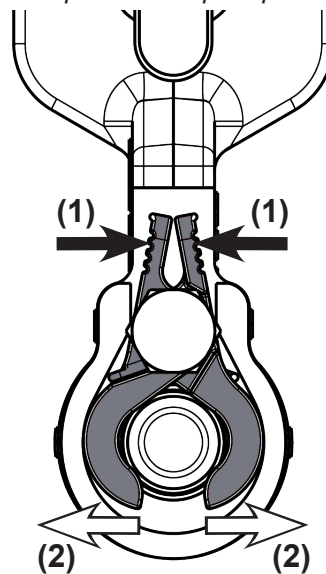

Fig. 14: Mécanisme d'ouverture
- 1 Appuyez simultanément sur le haut des deux extrémités du levier (1) de la fermeture à pince (Fig. 14). Les deux extrémités de la pince (2) s'ouvrent.